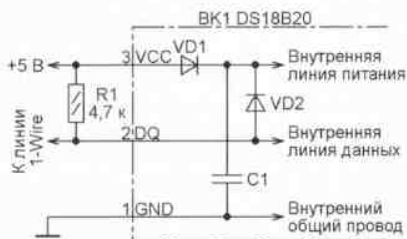

Рис. 2
• фрагмент внутренней схемы которого изображён на рис. 2, содер-